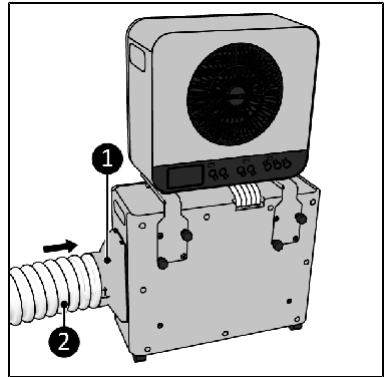

Figura 12
8. Fixar o adaptador (figura 12, n.º 1) à parte lateral da unidade exterior (figura 12).
9. Alargar ligeiramente uma extremidade do tubo de saída de ar quente (figura 12, n.º 2) e enroscá-lo depois no adaptador, rodando no sentido inverso ao dos ponteiros de um relógio.
3. Fixar o adaptador (figura 12, n.º 1) e o tubo de saída de ar quente (figura 12, n.º 2) à parte lateral da unidade exterior.